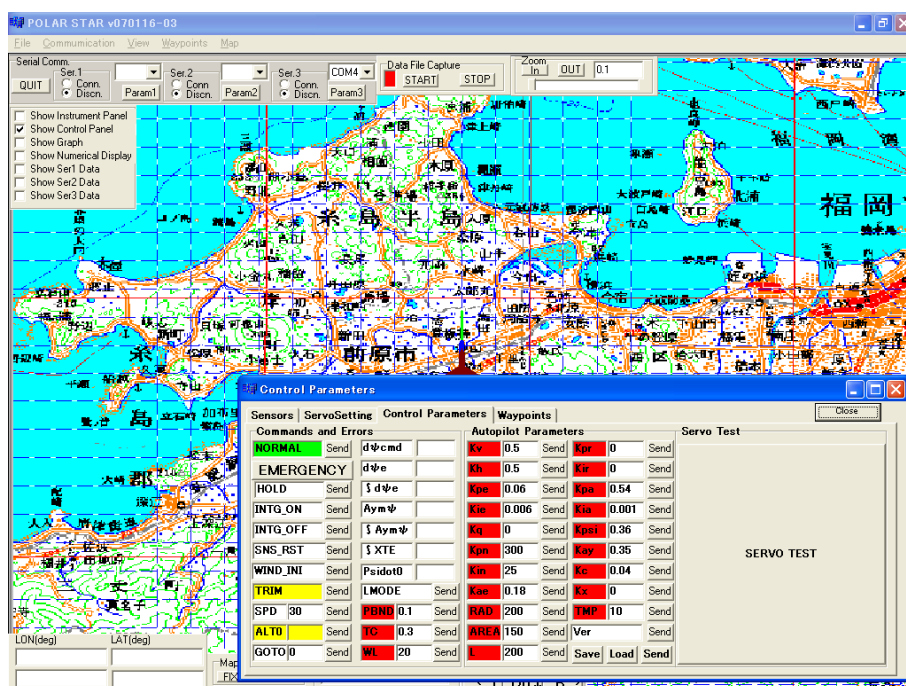

図 2.29: コントロールパネルウインドウ
14. コントロールパネルウインドウの「Control Parameters」タブをクリックします(図 2.29)。